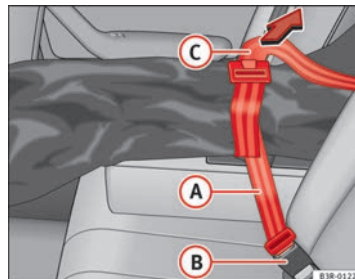

Abb. 118 Sicherung des Durchladesacks am mittleren Gurtschloss der Rücksitzbank
- Den Sicherungsgurt **(A)** ⇒ **Abb. 118** des Sackes in das mittlere Gurtschloss **(B)** stecken.